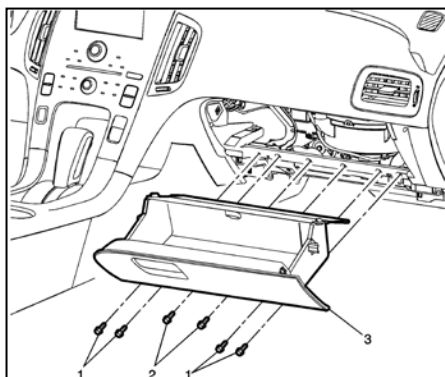

Fig. 5
11. Retirez les attaches (1) et les outils de fixation (2) du compartiment inférieur du tableau de bord (voir Fig. 5).
12. Retirez le compartiment inférieur du tableau de bord (3).